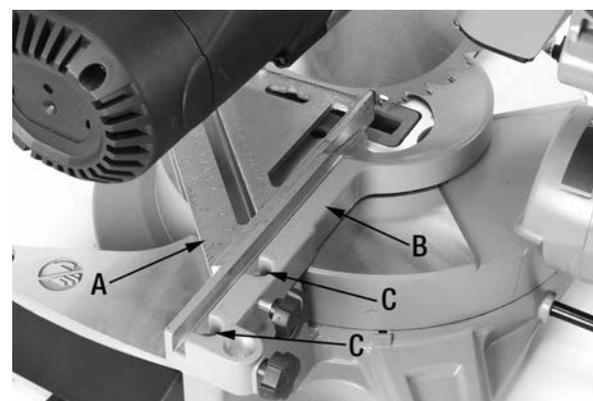

FIGURE 13
7. Placez une équerre (A) Fig.13 contre le guide (B) et la partie à plat de la lame.
10. Desserrez les deux boutons de verrouillage qui retiennent les extensions du guide, retirez les extensions du guide en les glissant vers l'extérieur. Desserrez les boulons à tête cylindrique (C) Fig.13 des deux côtés du guide. Positionnez le guide contre l'équerre et reserrez les boulons à tête cylindrique.